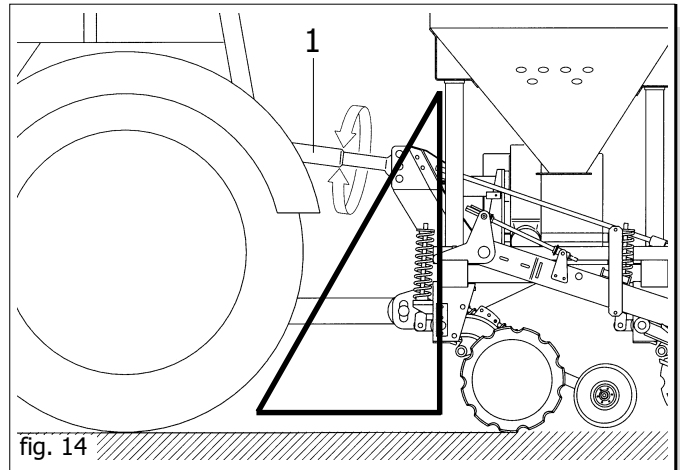

fig. 14
- Für die Anbau-Version die Oberlenkerlänge prüfen (1 fig. 14);